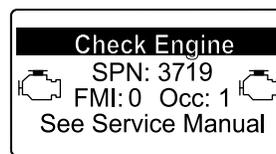

Рисунок 52
- Предупреждение о двигателе SPN 3719, FMI 0 (Рисунок 52)